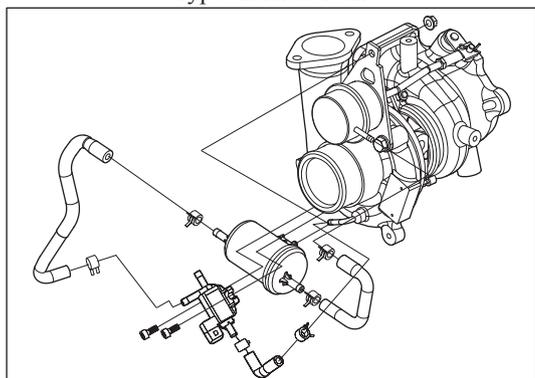

Рис. 7-2-13. Установка соединительного шланга регулятора давления, соединительного шланга перепускного клапана и клапана регулировки давления турбонагнетателя
- (13) Закрепить оба конца шланга регулятора давления с помощью стальных хомутов. Соединить спиральную камеру турбонагнетателя и регулятор давления с помощью соответствующего шланга. Закрепить шланг с помощью стальных хомутов, как показано на рис. 7-2-13.